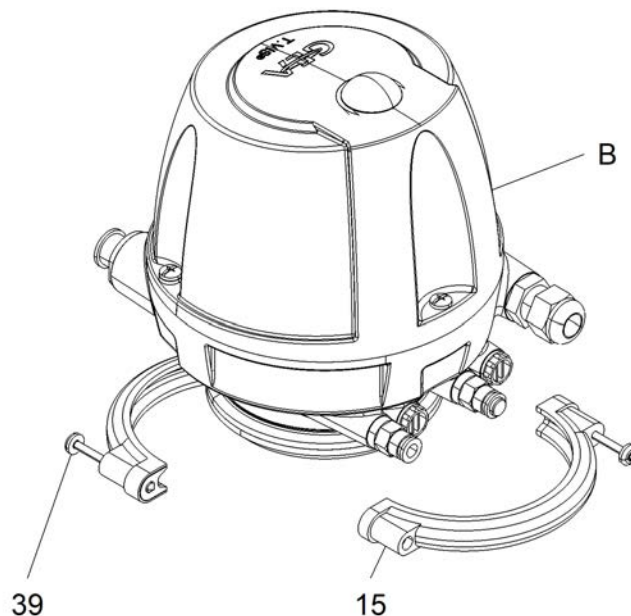

Fig.32
- Preste atención a la asignación correcta de los cables entre las válvulas piloto y la placa de circuito impreso (78.1) (véase la fig. 32) – La válvula piloto Y1 tiene que estar conectada en el conector enchufable J2 y la válvula piloto Y3, en el conector enchufable J4.